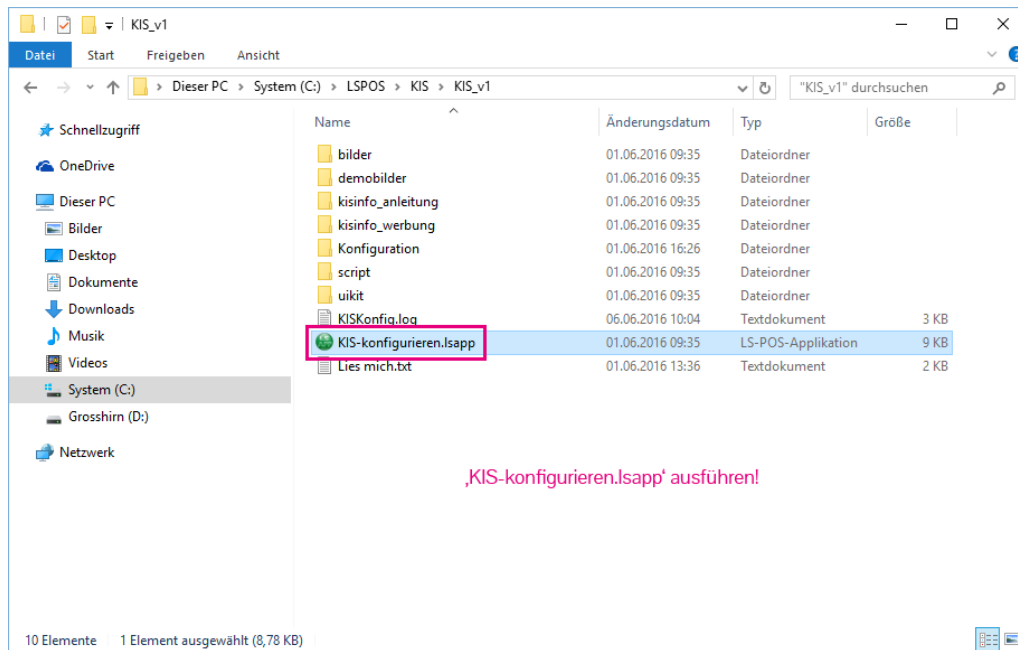

Abbildung 9.9: App starten - Template erstellen lassen
3. Starten Sie `KIS-konfigurieren.lsappp`  (Abbildung 9.9).